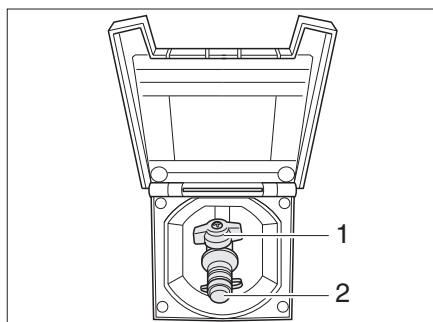

Fig. 89 Raccordement externe de gaz avec robinet d'arrêt de gaz fermé
Le raccordement externe de gaz (Fig. 89) se trouve, selon les modèles, à l'arrière ou sur le côté gauche ou droit du véhicule.
- Raccorder l'appareil à gaz externe sur le raccord (Fig. 89,2).
- Ouvrir le robinet d'arrêt de gaz (Fig. 89,1).